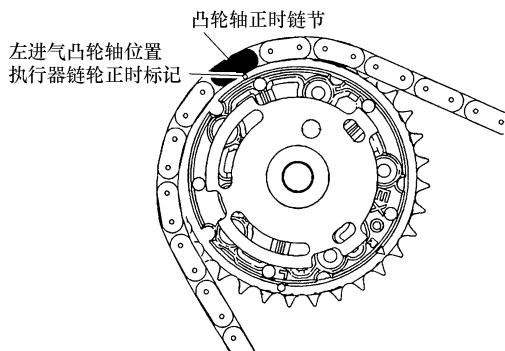

图 20-31 左进气凸轮轴位置执行器链轮上的圆形正时标记对齐正时链节
8) 使左进气凸轮轴位置执行器链轮上的圆形正时标记对准凸轮轴正时链条的正时链节, 如图 20-31 所示。